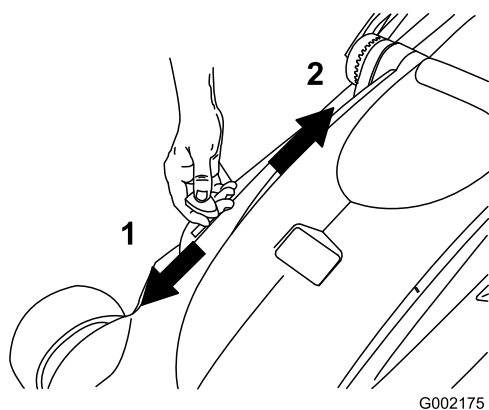

Figure 21
3. Placez le levier de recyclage/ramassage en mode ramassage (Figure 21).
**Remarque:** Pour passer du mode ramassage au mode recyclage, placez le levier de sélection en position recyclage (Figure 21) et enlevez le bac à herbe.